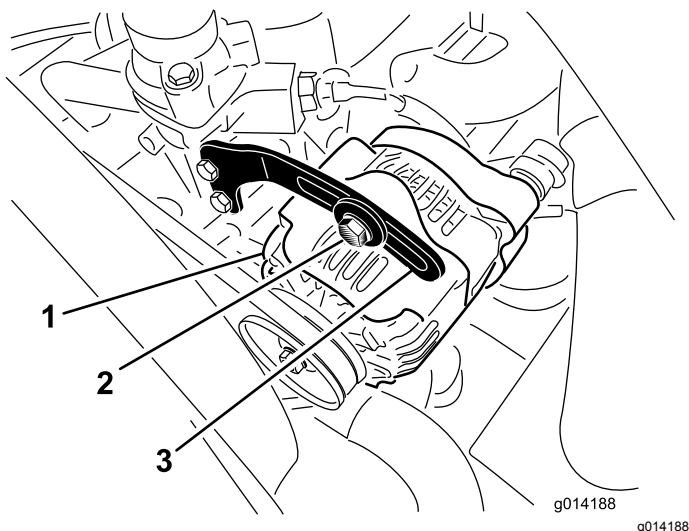

Figura 45
2. Compruebe la tensión de la correa del alternador presionándola (Figura 45) en el punto intermedio entre las poleas del alternador y del cigüeñal con una fuerza de 10 kg.
3. Afloje el perno que sujeta el tirante al alternador (Figura 45) y el perno de pivote del alternador.